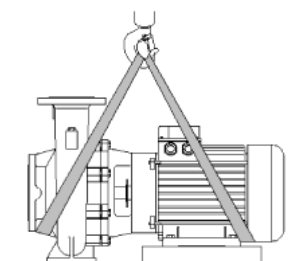

Fig.2: Transportul pompei
- Inelele de prindere de la motor servesc numai ca ghidaj la ridicarea sarcinii. (vezi fig. 2).